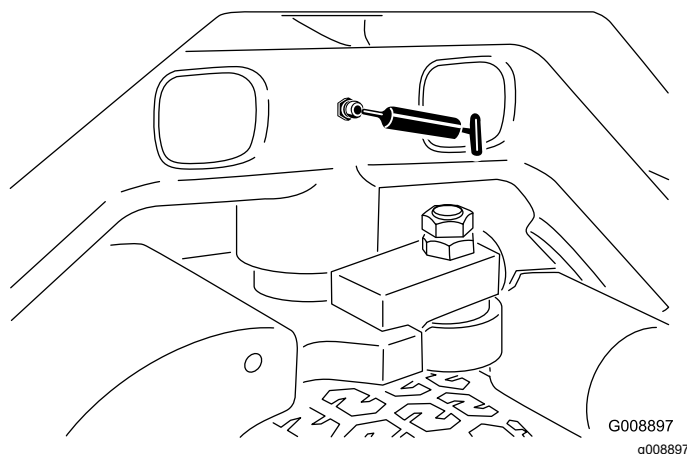

Figura 34
- Perno dello sterzo (Figura 34)